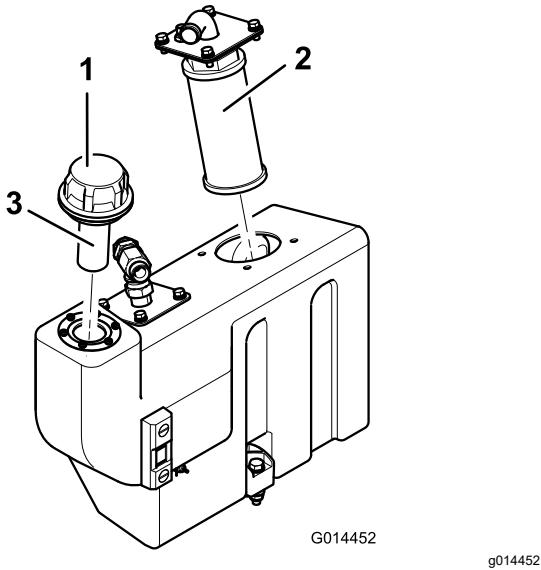

Figura 89
- Retire la brida de aspiración del depósito de aceite para tener acceso al filtro de aspiración (Figura 89).
3. Desenrosque y retire el filtro de malla y límpielo con queroseno o gasolina antes de instalarlo (Figura 89).